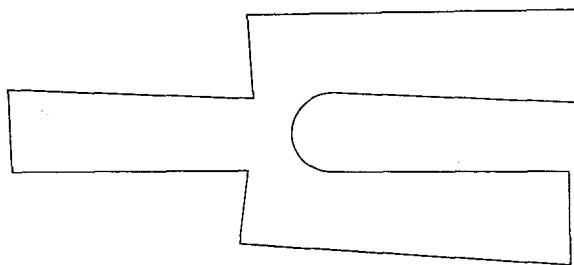

图 1
1) 用直线、圆弧、多段线或样条曲线作几何图形草图 (见图1)。